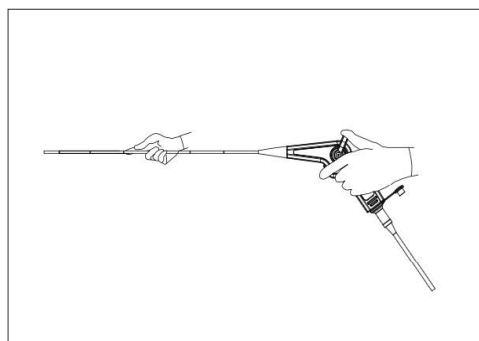

Fig 7.4
- Lorsque vous portez l'endoscope à la main, tenez la section de contrôle d'une main et tenez l'extrémité distale du tube d'insertion fermement, mais doucement, sans la serrer, de l'autre main (voir Fig 7.4).